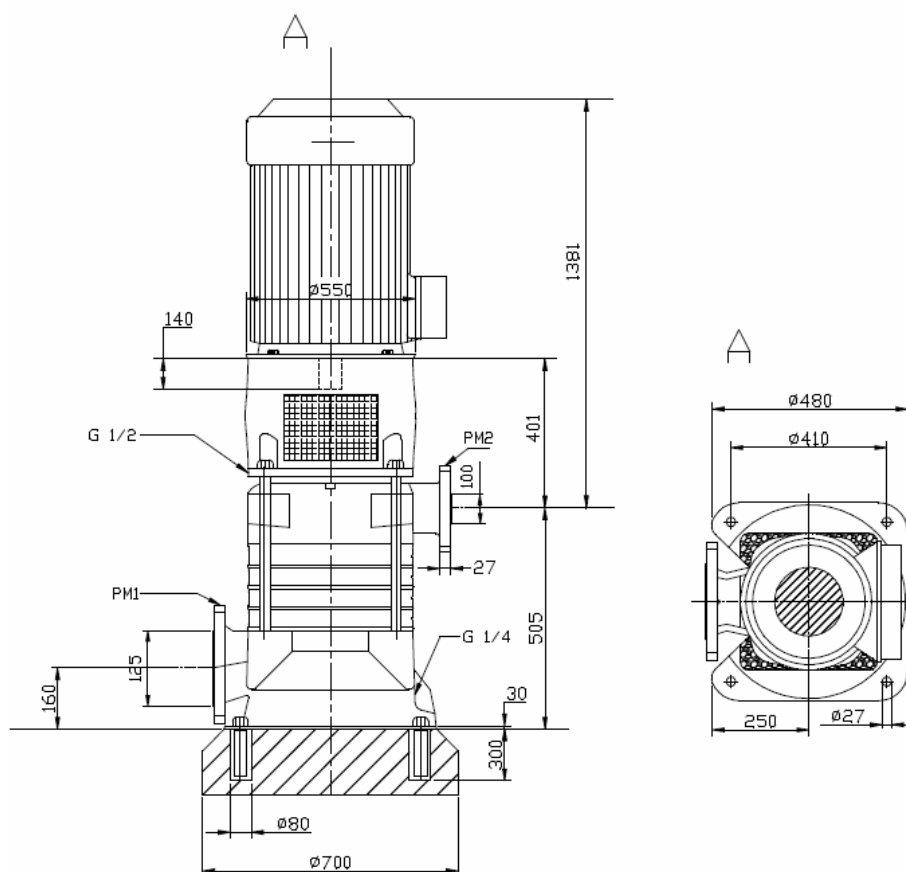

Рис. 3 Расположение насоса на фундаменте
4.3.1 Установка насоса на фундамент (Рис. 3)